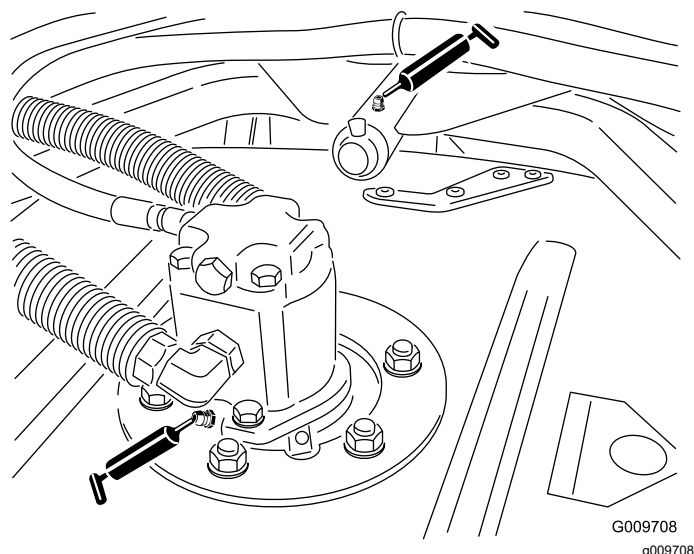

Figure 47
- Roulements d'axes de pivot d'unité de coupe (2 par unité de coupe), comme montré à la Figure 47
- Bagues de bras de bâti porteur d'unité de coupe (1 par unité de coupe), comme montré à la Figure 47